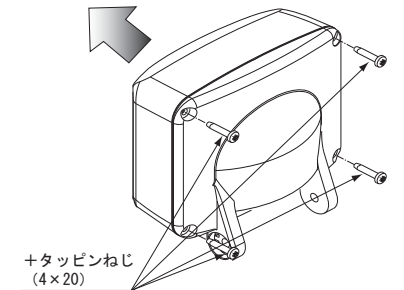

図3. レンズ交換手順
a) レンズ交換手順 (図3参照)
- ① 本体背面側4ヶ所の+タッピンねじを外し、レンズを取り外します。
- ② レンズを交換した後、レンズおもて面の“UP”の文字が読めるようにレンズの上下を確認して、①の逆の手順で本体背面側から4ヶ所ねじで固定します。